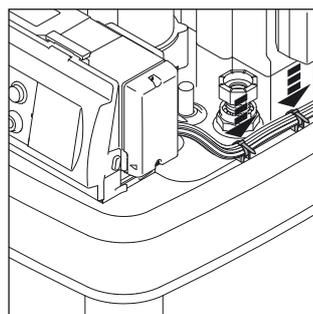

Bild 4-27 Verkabelung auf dem Speicherbehälter befestigen.
- Nach außen führende Verkabelung auf dem Speicherbehälter befestigen (Bild 4-27).